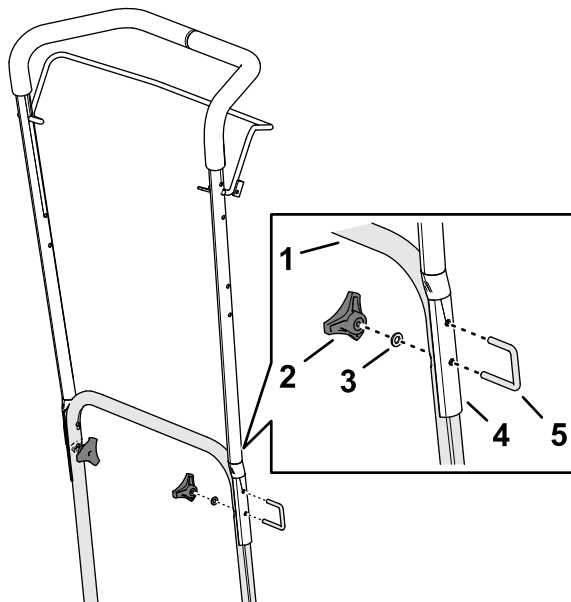

**Figure 8**
1. Alignez les trous dans la partie supérieure et les trous dans la partie inférieure du guidon (Figure 8).